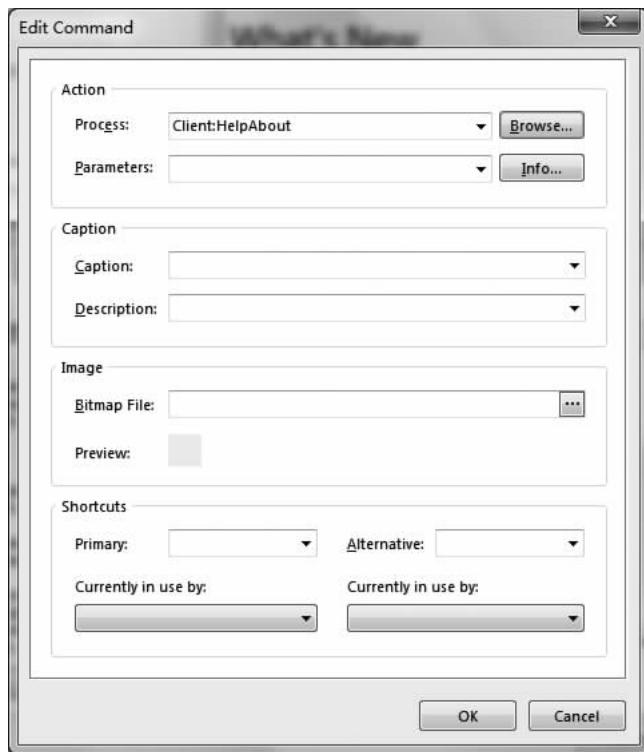

图 1-39 添加“Client:HelpAbout”命令
(4) 在“Process Browser”对话框中, 选择“Client: HelpAbout”(客户端:帮助)命令, 单击“OK”按钮, 将该命令添加到“Edit Command”对话框的 Process 编辑框中, 如图 1-39 所示。